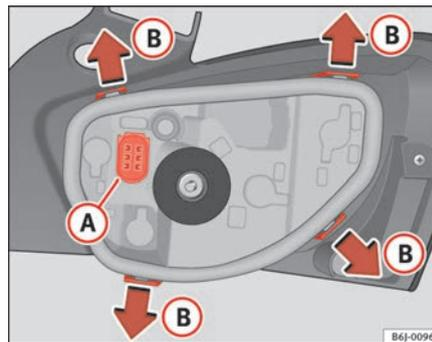

Fig. 145 Cambio lámparas luces posteriores
- Retire el portalámparas, separándolo de la carcasa. Presione para ello las pestañas **B** en el sentido de las flechas ⇒ página 228, fig. 145.